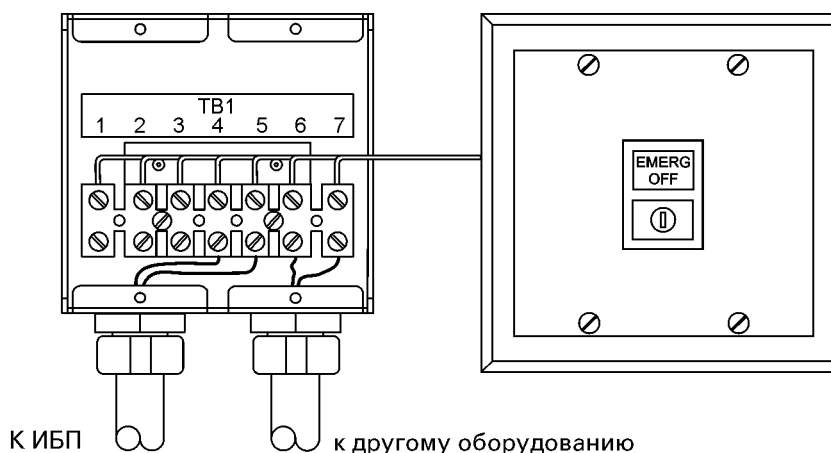

Рис. 3-12. выключатель дистанционного аварийного отключения ИБП
Выключатель дистанционного аварийного отключения ИБП используется для отключения ИБП и мгновенного снятия питания с защищаемого оборудования в аварийных ситуациях. На рис. 3-12 показан выключатель дистанционного аварийного отключения ИБП.
11. Если необходимо, подключите выключатель дистанционного аварийного отключения к отключению электропитания других защитных устройств. Нормально разомкнутый (NO) контакт устанавливается между клеммами 6 и 7 выключателя дистанционного аварийного отключения, как показано на рис. 3-12. Подключение выключателя дистанционного аварийного отключения должно проводиться в соответствии с требованиями лаборатории UL класс II или согласно с местными требованиями.